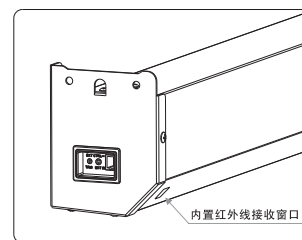

图15
- 1、当内置红外线接收窗口没有被任何物体遮挡时，您可以使用内置红外线遥控控制银幕的上升、停止、下降(如图15)。